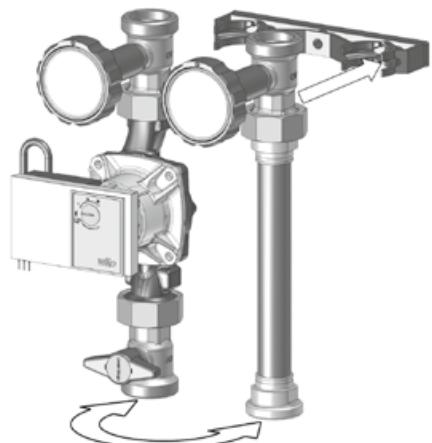
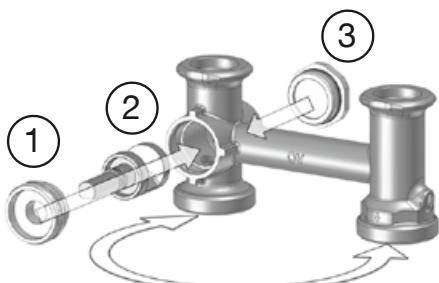

Abb. 12
Abb. 21
- Den dem Stellmotor beiliegenden **Adapter (3)** (siehe Abbildung 12) auf das Mischerküken setzen. **Achten Sie darauf, dass der spitz zulaufende Steg des Adapters nach unten zeigt** (Abb. 21).